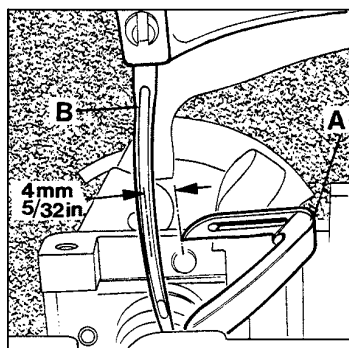

Fig.6
Set the looper (A, Fig. 6) so that the distance from the center of the needle (B) to the point of the looper is not less than 4 mm (5/32") when the looper is at its farthest end position from the needle. Looper gauge No. 21225-4/4.4 can be used advantageously in making this setting.
Stellen Sie den Greifer (A, Fig. 6) so, daß der Abstand von Nadelmitte (B) bis zur Greiferspitze nicht weniger als 4 mm beträgt, wenn der Greifer in der von der Nadel entferntesten Einstellung ist. Die Greifereinstellehre Nr. 21225-4/4.4 erleichtert diese Einstellung.